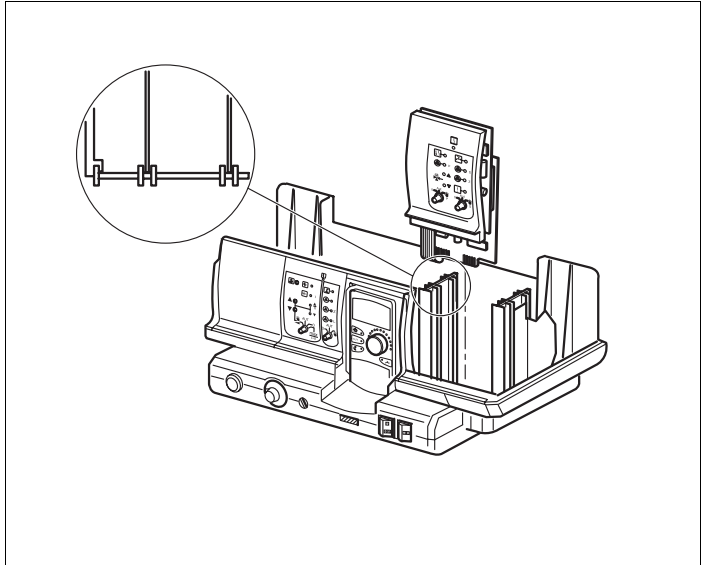

Fig. 15 Montaggio e smontaggio del modulo
- Inserire dall'alto il nuovo modulo nell'alloggiamento libero (fig. 15), premendo sulla morsetteria sonde, finché il modulo stesso non scatterà in posizione di bloccaggio.
- Inserire dall'alto il nuovo modulo nell'alloggiamento libero (fig. 15) premendo sulla morsettiera sonde, finché il modulo stesso non scatterà in posizione di bloccaggio.